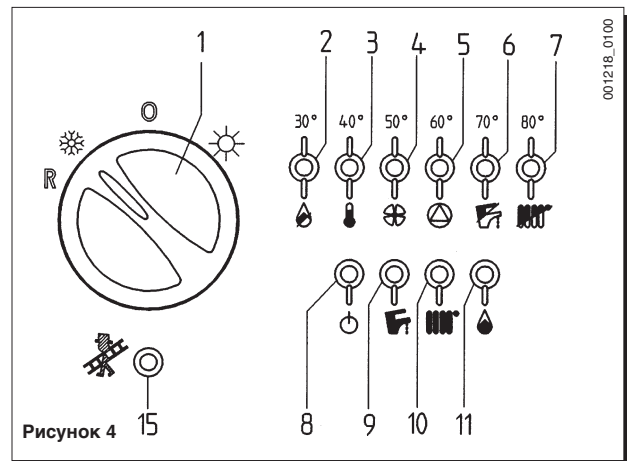

Рисунок 4
В данном случае рекомендуем повторять пусковые операции до устойчивой подачи газа на горелку, повернув ручку (1) временно в положение (R) (см. также рис. 4).